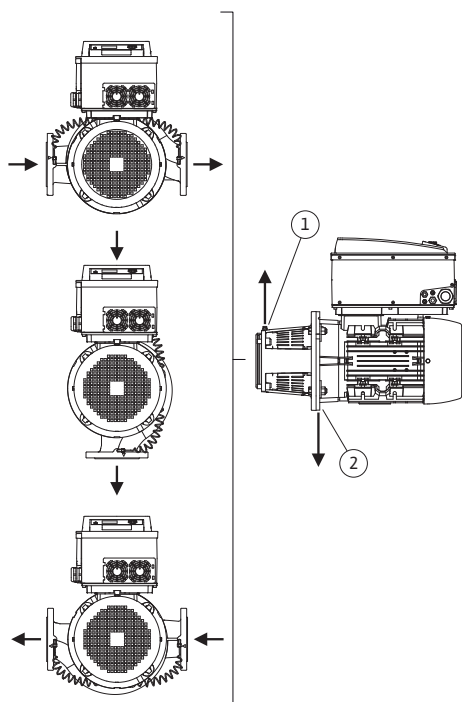

Fig. 14: Lubatud paigaldusasendid horisontaalse mootorivõlliga
Horisontaalse mootori võlli ja elektroonikamooduliga ülespoole ( $0^\circ$ ) lubatud paigaldusasendid on kujutatud joonisel Fig. 14.
Pumba õhueleemaldus on optimaalselt tagatud üksnes siis, kui õhueleemaldusklapp näitab üles (Fig. 14, pos 1).
Tekkiva kondensaadi saab puuraukude, pumba distantsääriku ja mootori (Fig. 14, pos 2) kaudu sihipäraselt ära juhtida.